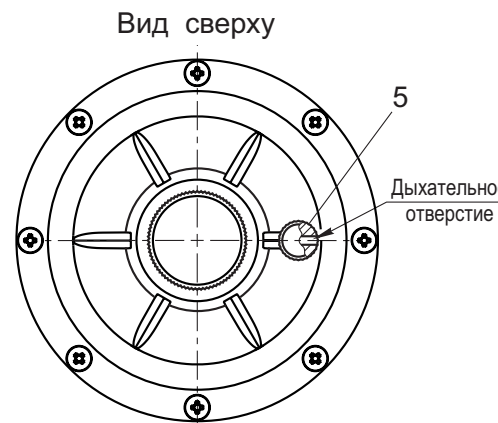

Рис. 6
4.2.11 В заглушке дыхательного отверстия 5 (см. рис. 6) выполнено отверстие малого диаметра. Для нормальной работы регулятора необходимо следить, чтобы отверстие оставалось открытым. Запрещается закрывать дыхательное отверстие.